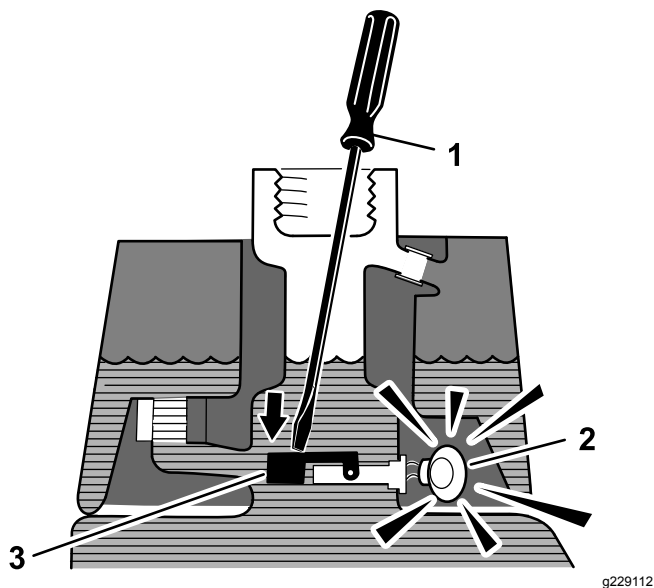

Figura 46
3. Inserite un'asta o un cacciavite puliti nel collo del bocchettone e spingete delicatamente verso il basso l'interruttore di flottazione (Figura 46); l'allarme dovrebbe suonare dopo un ritardo di 1 secondo.